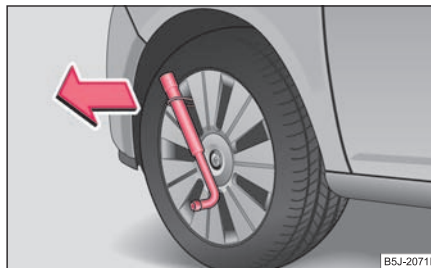

Fig. 190 Demontarea capacului de roată
- Introduceți cheia de roată prin mâner, sprijiniți cheia de roată și trageți capacul ⇒ fig. 190.